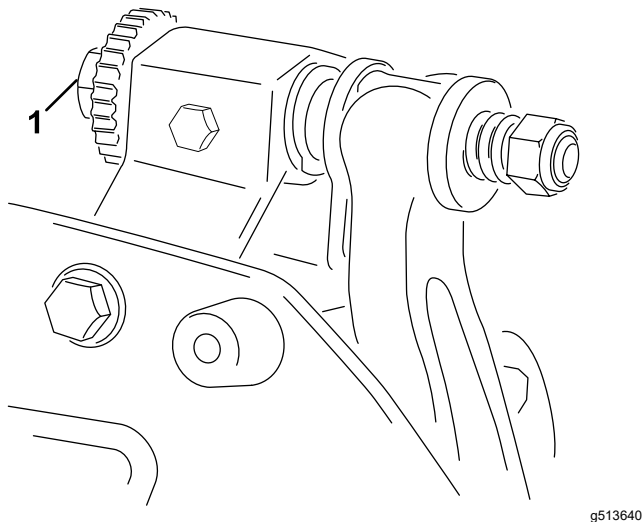

Figura 6
- A. Ruotate le viti di regolazione della barra di appoggio in senso orario (**Figura 6**), uno scatto alla volta, fino ad avvertire e ad udire un leggero contatto.
6. Ruotate il bullone di regolazione della barra di appoggio di destra (**Figura 6**) fino ad avvertire una leggera pressione sullo spessore quando lo fate scorrere in senso laterale. Rimuovete lo spessore.